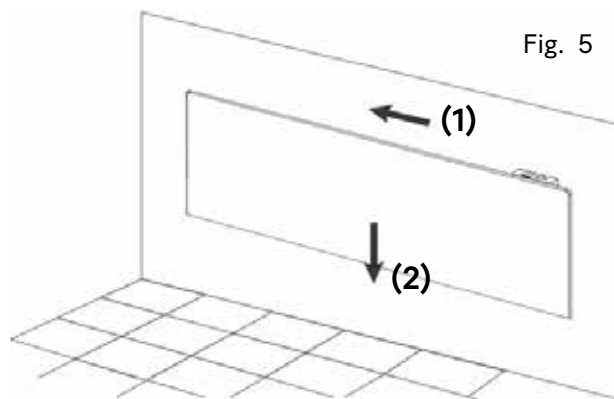

Fig. 5
- Fastgør apparatet på følgende måde: Før radiatoren mod venstre (1) og nedad (2), så skruerne går på plads i øverste position (Fig. 5).